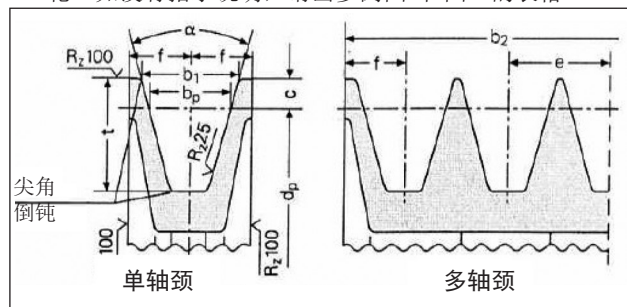

图9
- 使用皮带制造商说明/建议轴颈尺寸的V型皮带用皮带轮。如没有指示说明，请出参阅图9和图10的表格。